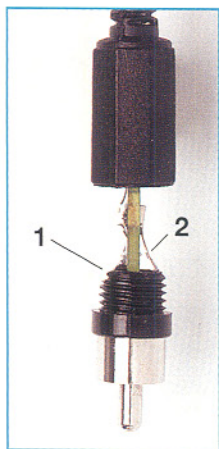

Bild 10: Detailfoto zum Anlöten des Cinch-Steckers
Vor dem Anlöten des Cinch-Steckers ist zunächst die Kappe (2) auf die Platine aufzuschieben. Danach ist das Steckerteil (1) so vorzubereiten, dass die Platine anschließend mittig im Stecker liegt. Die beiden Laschen des Masseanschlusses fassen dabei in die vorgesehenen Aussparungen, während der „heiße Anschluss“ mittig auf der vorderen Lötfläche aufliegt. Nach dem Ausrichten der Platine sind dann alle Anschlüsse sorgfältig zu verlöten. Wie der spätere Aufbau auszusehen hat und genaue Details sind der Abbildung 10 zu entnehmen. Mit dem Aufschrauben der Kappe wird der Aufbau der Mikrofonplatine abgeschlossen.